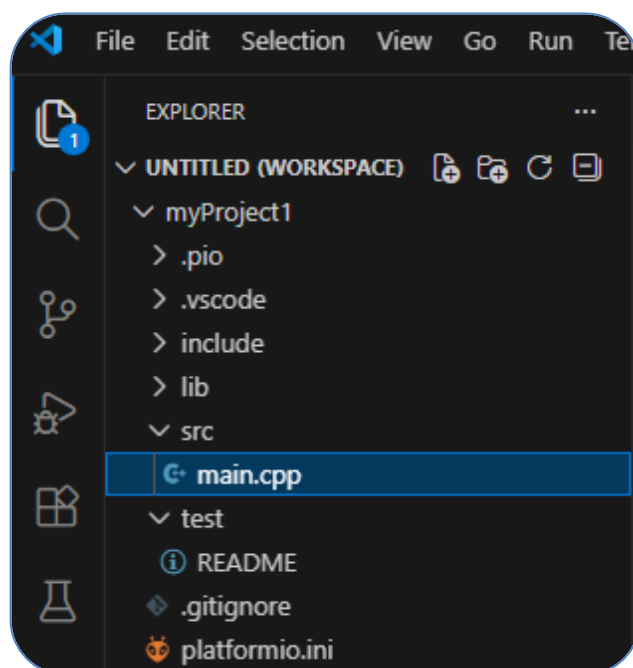

Рис. 1.13. Вміст проекту
- f. У провіднику проектів знайдіть та відкрийте файл `src/main.cpp` (рис. 1.13). Вставте свій код у цей файл. Обов'язково додайте на початку рядок `#include <Arduino.h>`.